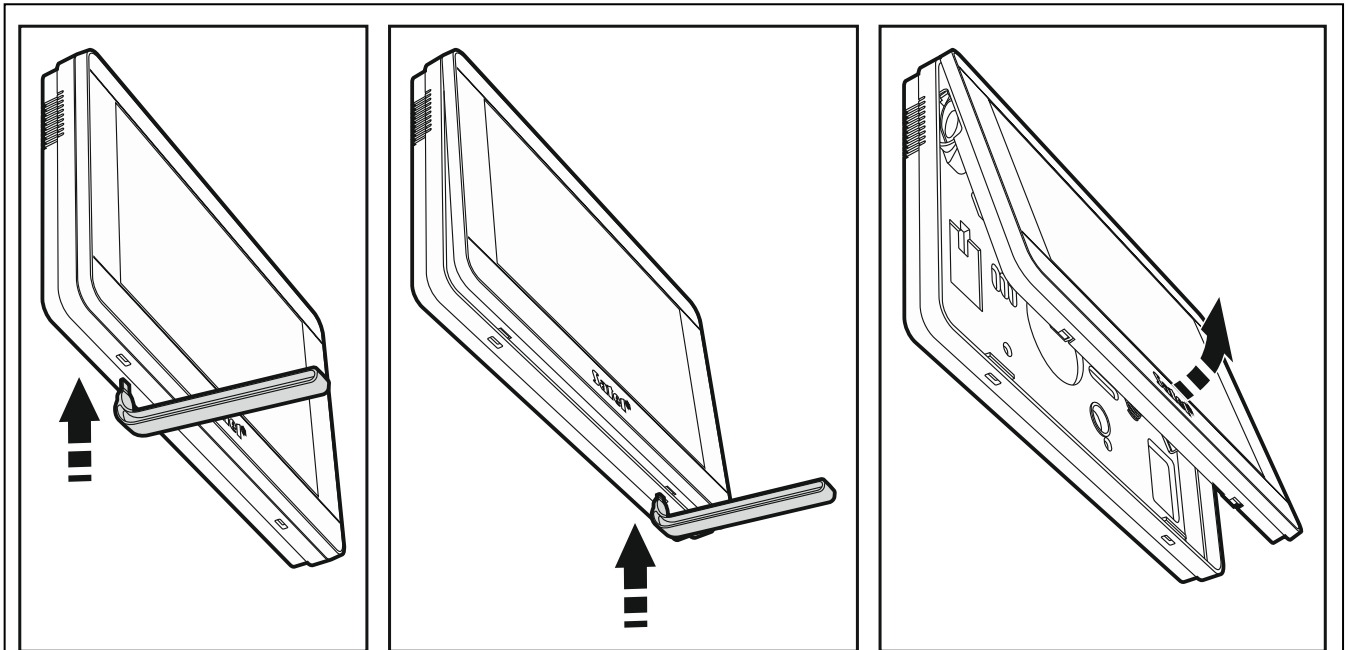

Fig. 1. Openen van de behuizing.
2. Open de bediendeel behuizing (zie Fig. 1). Het gereedschap om de behuizing te openen wordt bij het bediendeel bijgeleverd.
1. Open de behuizing (zie: fig. 1).